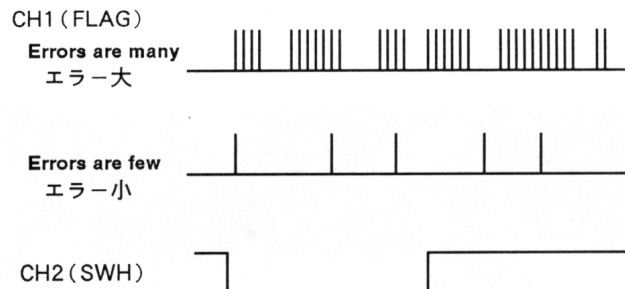

Fig. 6-8
- 3). Adjust the EQ control VR5 (Fig. 6-2) on the RF unit so that the error flag count is minimum. (Refer to Fig. 6-8.)
- 2). ファンクション・テープ (TY-7551) を再生したときのエラー・フラグの数が最小となる位置にRFユニット内のEQ調整用半固定抵抗VR5 (図6-2)を調整する。(図6-8参照)